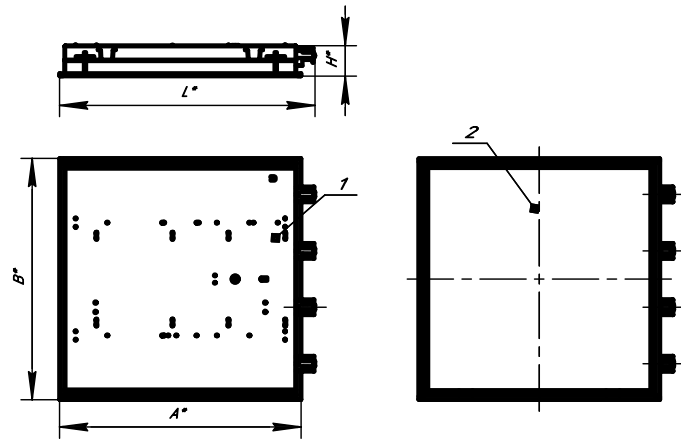

Рисунок 1: 1. Корпус в сборе,
4.1 Светильник состоит: из корпуса в сборе поз.1, в котором размещена электрическая схема; рассеивателя в сборе поз.2 рисунок 1.
6.2. Снимите рассеиватель в сборе поз.2 рисунок 1 из пазов скоб, расположенных по углам корпуса поз.1 на 25-30 мм. Рассеиватель в сборе повиснет на четырех пружинах. Выведите поочередно пружины из пазов скоб корпуса и снимите рассеиватель в сборе.
- 6.8. Установите рассеиватель в сборе поз.2 рисунок 1 на корпус поз.1, предварительно вставив концы пружин в пазы скоб корпуса и подсоедините заземляющий провод решётки к корпусу в сборе.